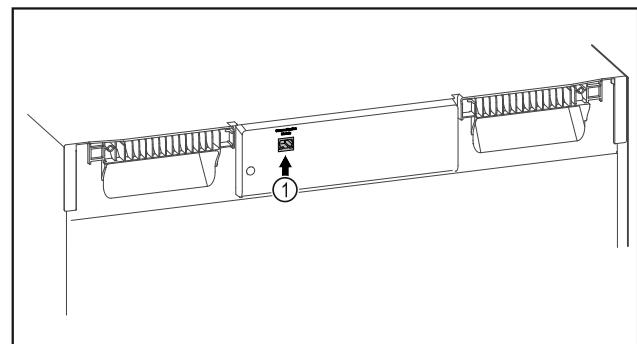

Fig. 106
- El SmartModule Fig. 106 (1) está colocado.